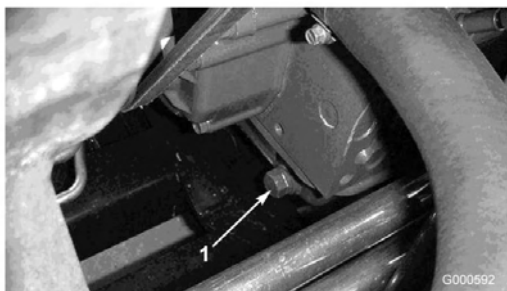

Bild 35
1. Entfernen Sie die hintere Ablassschraube (Bild 35) und lassen das Öl in ein Auffanggefäß ab. Schrauben Sie die Ablassschraube wieder ein, nachdem das Öl abgelaufen ist.